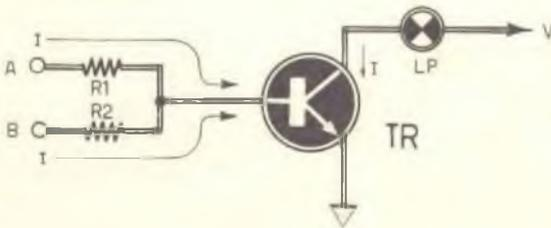

Fig. 3 - Come avviene per l'elemento AND, anche il dispositivo OR è realizzato per mezzo di transistor o circuiti integrati.
Fig. 3 - Il traferro molto largo risulta comodo per la fabbricazione degli altoparlanti; ma per ottenere un campo magnetico elevato, cioè una notevole densità di flusso, occorre servirsi di magneti molto potenti. Il traferro stretto (A) non si adatta alla produzione in serie degli altoparlanti. Per scongiurare il pericolo dello strisciamento della bobina mobile sulle espansioni polari, conviene ricorrere al traferro largo (B).